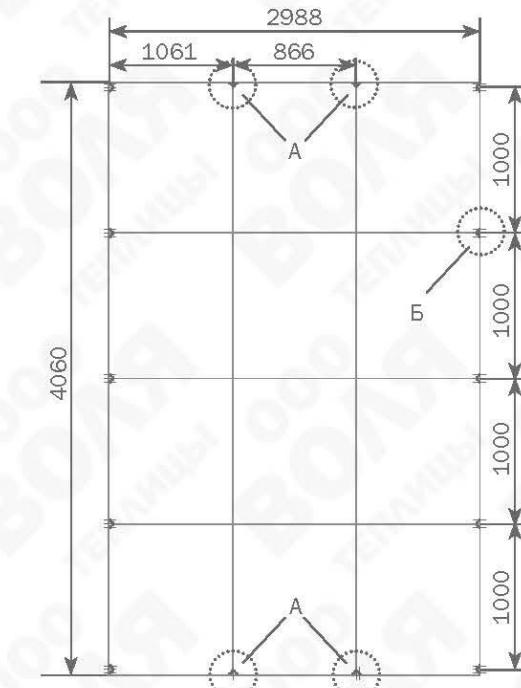

Рис. 4
- На выбранном месте установки теплицы необходимо深挖 ямки по схеме **рис. 4** на глубину штыка лопаты. Установите каркас в ямки. Проверьте шнуром равенство диагоналей каркаса. Общая осадка теплицы в грунт делается такой, чтобы нижние детали **10** дверного проёма и нижние прогоны **2**, касались грунта. Снова проверьте шнуром равенство диагоналей и скорректируйте положение углов каркаса.